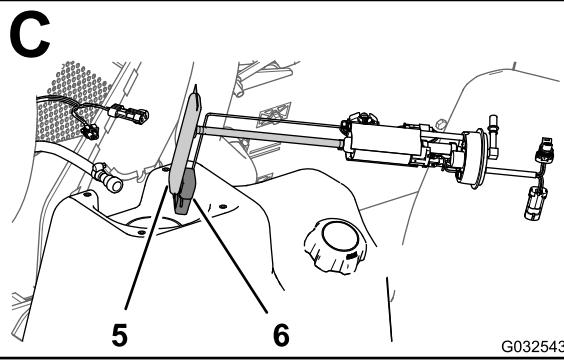
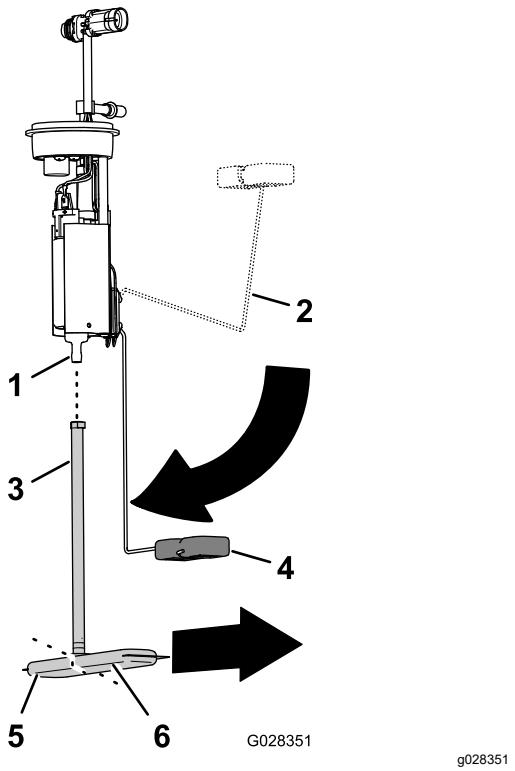

Figure 119
Figure 120
4. Soulevez et tournez avec précaution la pompe à carburant/transmetteur pour l'extraire du goulot du réservoir de carburant (Figure 119).
1. Détachez le tube d'aspiration du filtre à carburant du raccord de la pompe à carburant (Figure 120).
2. Alignez le tube d'aspiration du filtre à carburant de recharge et le raccord de la pompe à carburant (Figure 120).
3. Alignez la longue patte du filtre à carburant sur le flotteur quand le bras du flotteur est à la position réservoir vide (Figure 120).
4. Insérez le raccord de la pompe à carburant dans le tube d'aspiration jusqu'à ce que le raccord soit parfaitement engagé (Figure 120).
1. Soutenez le bras du flotteur et le tube d'aspiration ensemble, et glissez le flotteur et le filtre à carburant dans l'ouverture du réservoir de carburant (Figure 119).
2. Insérez la pompe à carburant/transmetteur dans le goulot du réservoir (Figure 119 et Figure 120).
3. Placez le joint et l'écrou par dessus la pompe à carburant/transmetteur et sur le goulot du réservoir de carburant, puis serrez l'écrou à la main (Figure 119).
4. Branchez le raccord du flexible de carburant sur le raccord de la pompe à carburant (Figure 119).
5. Rebranchez le connecteur à 2 douilles du faisceau de la machine sur le connecteur à 2 broches de la pompe à carburant/transmetteur ; rebranchez le connecteur à 2 broches du faisceau de la machine sur le connecteur à 2 douilles de la pompe à carburant/transmetteur (Figure 119).